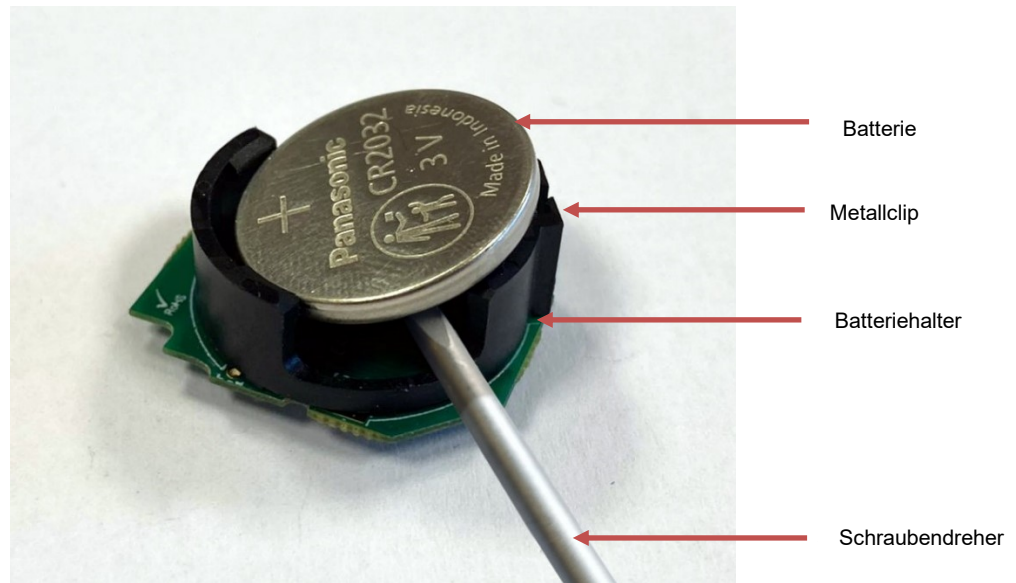

Abb. 3 – Entfernen der Batterie aus der Batteriehalterung
- Verwenden Sie einen Schlitzschraubendreher mit ESD-Schutz (oder ein ähnliches Werkzeug), schieben Sie den Schraubendreher vorsichtig an der Metallklammer seitlich unter die Batterie, heben Sie die Batterie an, um sie aus der Batteriehalterung zu lösen, und entnehmen Sie die Batterie (Abb. 3).